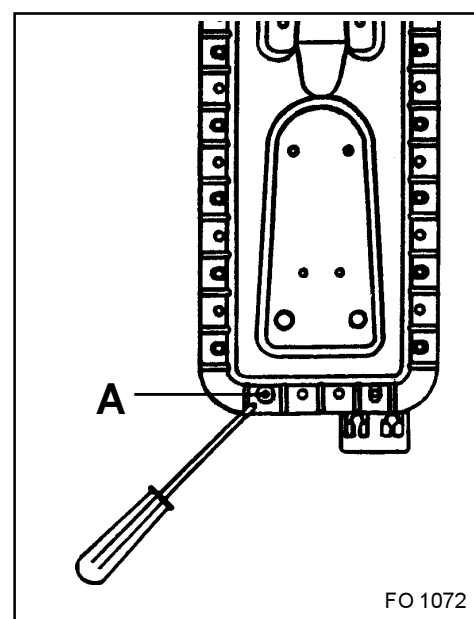

Fig. 16
2. Svitare la vite di fissaggio del bruciatore del forno (Fig. 16 - A) e rimuovetelo.